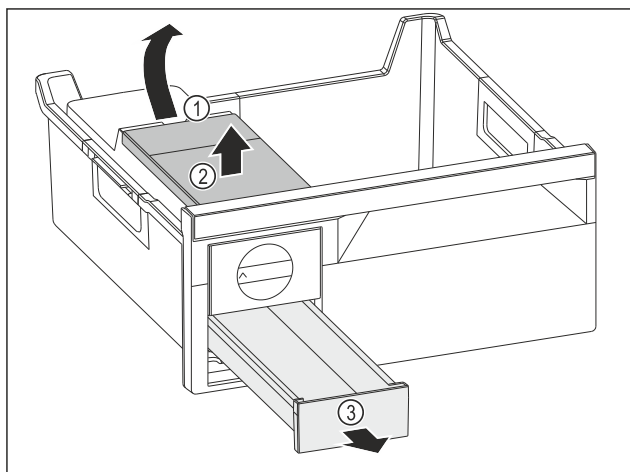

Fig. 116
- ▶ Vađenje spremnika za vodu: Podignite spremnik za vodu na otvoru Fig. 116 (1).
- ▶ Izvadite spremnik za vodu Fig. 116 (2) prema gore.
- ▶ Izvadite ladicu Fig. 116 (3) prema naprijed.